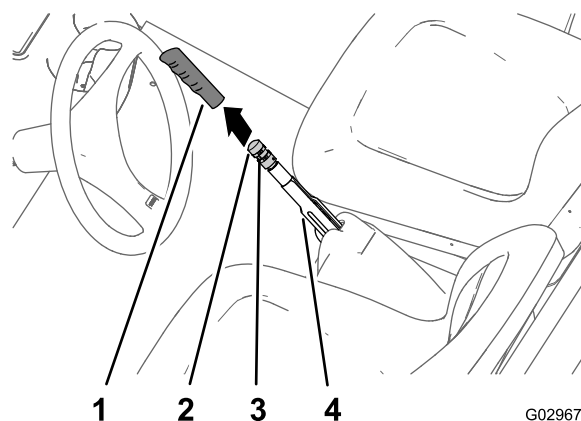

Рисунок 53
1. Снимите рукоятку с рычага стояночного тормоза (Рисунок 53).
2. Ослабьте установочный винт, который крепит ручку регулировки тормоза к рычагу стояночного тормоза (Рисунок 53).
3. Поворачивайте ручку регулировки тормоза до тех пор, пока усилие, требуемое для активации рычага стояночного тормоза, не достигнет 133-156 Н·м (Рисунок 53).
4. Затяните установочный винт и установите рукоятку на рычаг (Рисунок 53).
2. Ослабьте установочный винт (Рисунок 53), который крепит ручку регулировки тормоза к рычагу стояночного тормоза, выключите стояночный тормоз и ослабьте ручку регулировки тормоза.
5. Поворачивайте ручку регулировки тормоза (Рисунок 53) до тех пор, пока усилие, требуемое для активации рычага стояночного тормоза, не достигнет 133-156 Н·м.
- C. Поворачивайте ручку регулировки тормоза (Рисунок 53) до тех пор, пока усилие, требуемое для активации рычага стояночного тормоза, не достигнет 133-156 Н·м.
- Затяните установочный винт и установите рукоятку (Рисунок 53).